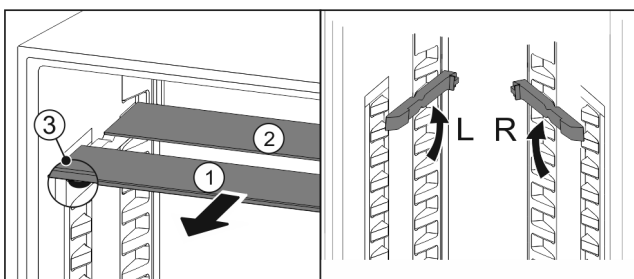

Fig. 72
- Vytiahnite sklené dosky jednotlivu dopredu Fig. 72 (1).
- ▷ Sklená doska Fig. 72 (1) s ozdobnou lištou leží vpredu.
- ▷ Zarážky Fig. 72 (3) ukazujú nadol.